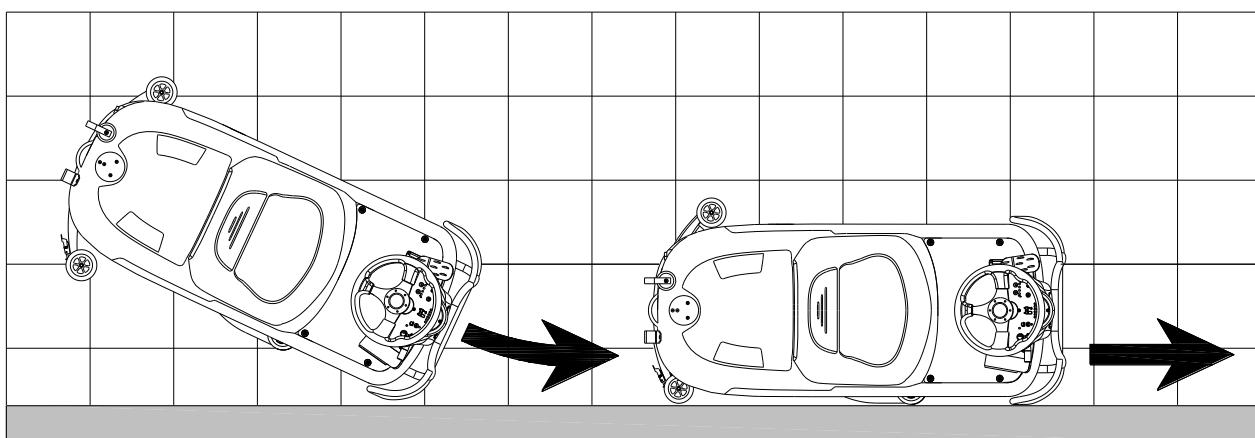
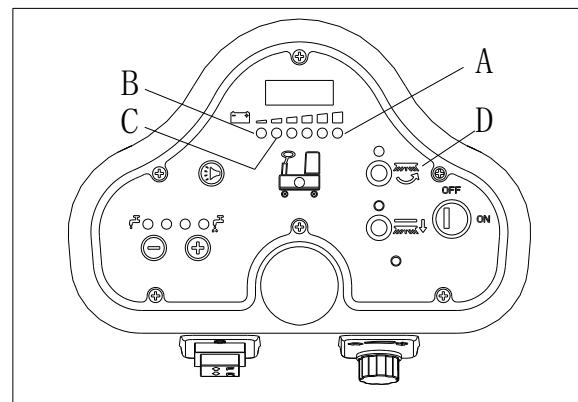

Figura 11
Figura 12
Para un fregado /secado del suelo por el lado de las paredes, le sugerimos que se acerque a las paredes por el lado derecho (lado de la rueda parachoques) de la máquina como se muestra en la Figura 11.
Cuando la luz verde está encendida (A, Figura 12), las baterías tienen suficiente energía para que la máquina funcione con normalidad; cuando todas las luces verdes están apagadas, la luz amarilla(C, Figura 12) está encendida, la carga de las baterías es demasiado baja, por favor cárguelas; cuando la luz roja parpadea (B, Figura 12), las baterías están descargadas, el motor aspirador y el motor del cepillo se apagarán automáticamente unos segundos más tarde, por favor lleve la máquina para cargar las baterías inmediatamente.
Si el sistema de aspiración se apaga accidentalmente (por ejemplo, cuando el flotador se activa debido a un movimiento brusco de la máquina), para reanudar la operación: apague el sistema de aspiración pulsando el interruptor (D, Figura 12), a continuación, abra la tapa (A, Figura 11) y compruebe que el flotador dentro de la rejilla (B) ha bajado al nivel del agua. Luego cierre la tapa (A) y ponga en marcha el sistema de aspiración pulsando el interruptor (D, Figura 12).
2. Levante la grupo de cepillo del portacepillos/porta-discos (H, Figura 12) pisando el pedal (G).
3. Levante la boquilla de aspiración usando la palanca (H).
5. Vacíe el depósito de agua sucia usando la manguera (D).